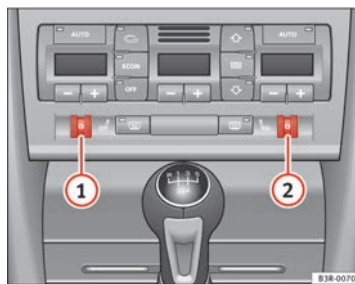

Abb. 133 Ausschnitt aus der Instrumententafel: Rändelräder der Sitzheizung
Drehen Sie am Rändelrad ① bzw. ② => Abb. 133, um die Sitzheizung auf Fahrer- bzw. auf Beifahrerseite einzuschalten und zu regulieren.